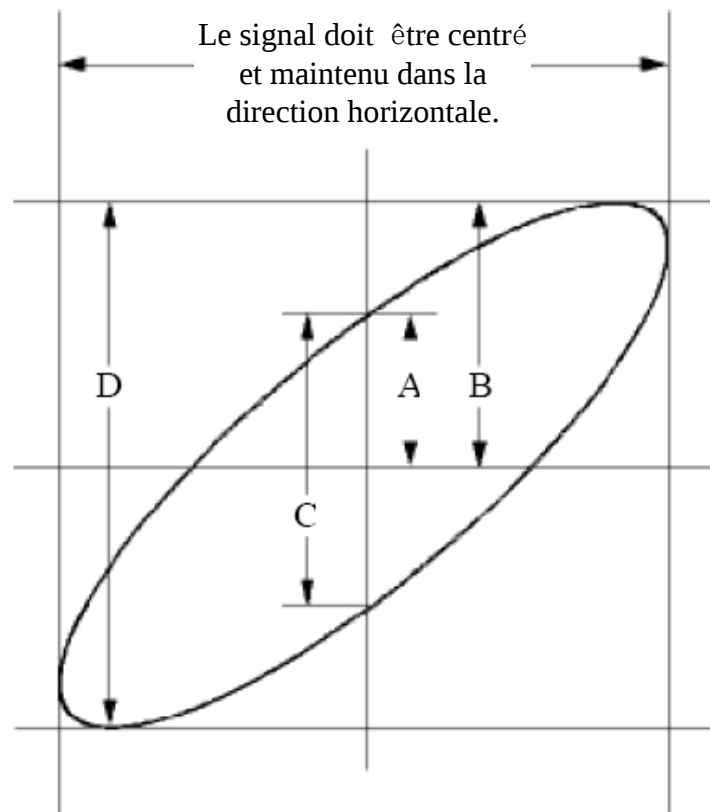

Figure 0-6 Graphique de Lissajous
- (1) Réglez le coefficient d'atténuation du menu de la sonde sur **10X** et celui du commutateur de la sonde sur **10X** (voir "**Fehler! Verweisquelle konnte nicht gefunden werden.**" sur **P**Fehler! Textmarke nicht definiert.).
- (2) Connectez la sonde du canal 1 à l'entrée du réseau et celle du canal 2 à la sortie du réseau.
- (3) Appuyez sur le bouton **Autoset**, l'oscilloscope allumant les signaux des deux canaux et les affichant à l'écran.
- (4) Tournez le bouton d'échelle **verticale**, rendant les amplitudes de deux signaux égales dans le brut.
- (5) Appuyez sur le bouton **Acquérir** pour afficher le menu de droite.
- (6) Dans le menu de droite, sélectionnez le **mode XY** comme étant **ON**. L'oscilloscope affichera les caractéristiques des entrées et des bornes du réseau sous la forme d'un graphique de Lissajous.
- (7) Tournez les boutons d'**échelle verticale** et de **position verticale**, en optimisant la forme d'onde.
- (8) Avec la méthode de l'oscillogramme elliptique adoptée, observez et calculez la différence de phase (voir *Figure 0-6*).